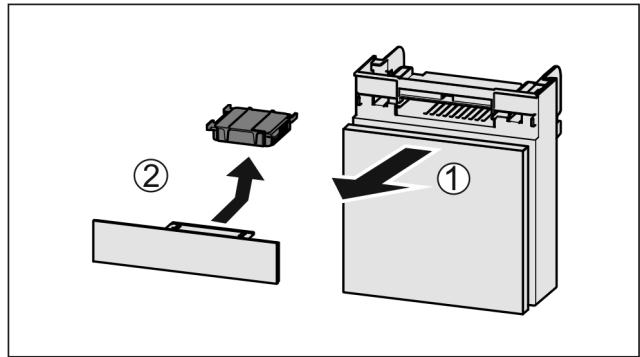

Fig. 76
► Rafı öne doğru dışarı çekin Fig. 76 (1).
► Aktif karbon filtresini çıkarın Fig. 76 (2).